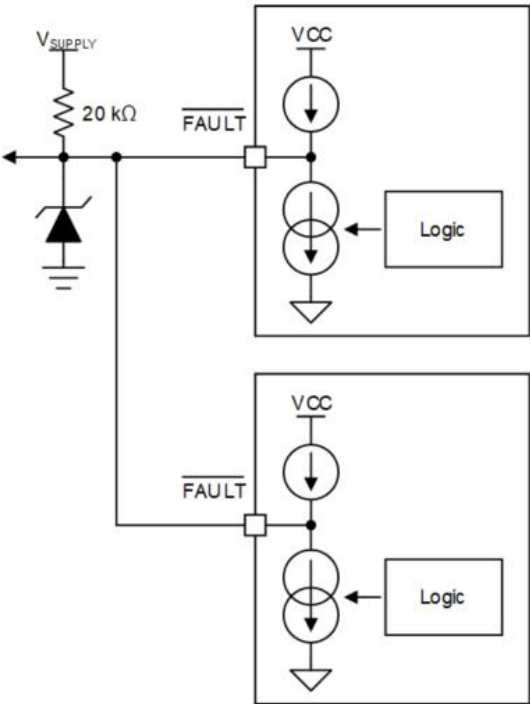
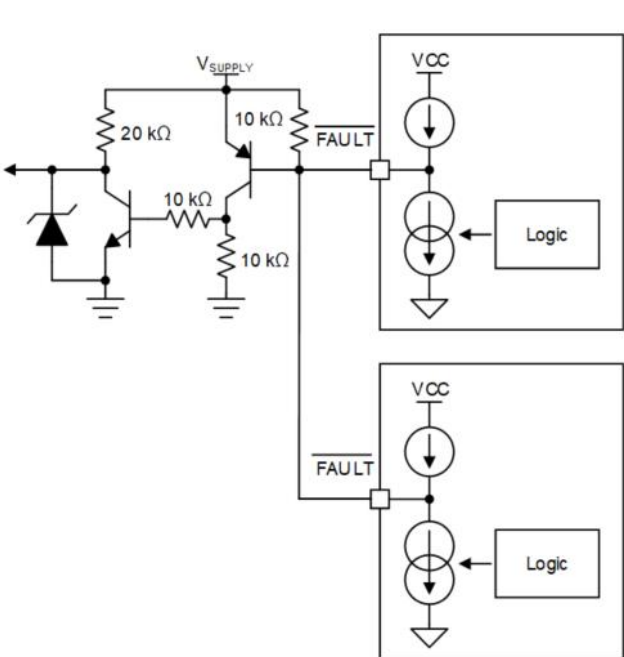

图 33. 连带失效故障总线应用
图 34. 仅失效通道关闭故障总线应用
基于此特性，通过并联多个 TLX3702 器件的 FAULT 引脚，可构建如图 33 所示的故障总线机制，实现连带失效功能。当下级器件 (B) 检测到 LED 故障并拉低 FAULT 引脚时，因引脚互连，上级器件 (A) 将同步检测到低电平信号，随即关闭其所有通道的输出电流。若如图 34 所示，将各器件的 FAULT 引脚均连接至外部 PNP 晶体管基极，则禁用连带失效功能，仅故障通道被关闭。